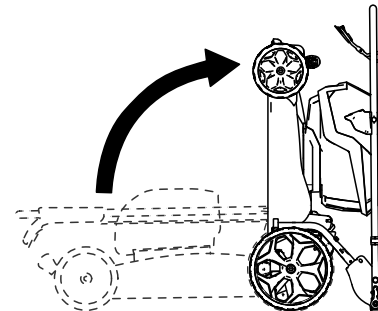

Figure 16
5. Rabattez le guidon complètement en avant, comme montré à la Figure 16.
6. Levez l'avant de la machine par le guidon et amenez-la dans un lieu de remisage (Figure 16).